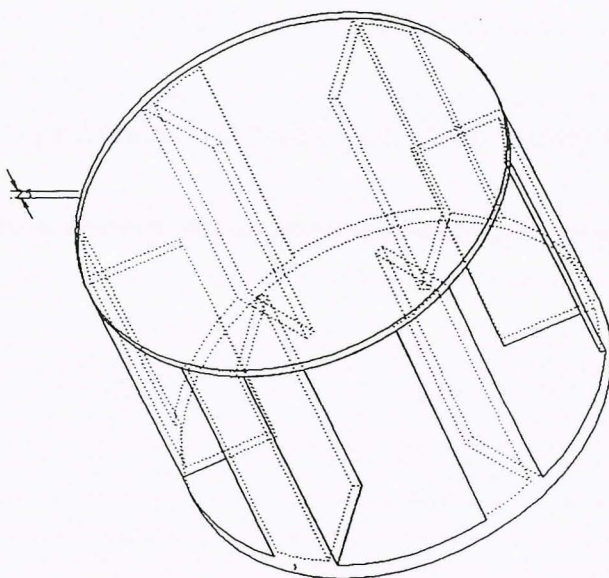

Figure 19-6
5. Entrez une profondeur **Borgne (Blind)** de [0.25]. Reportez-vous à la Figure 19-6.